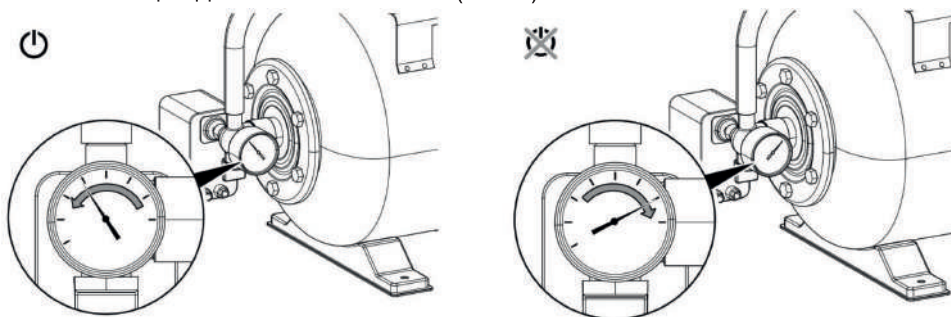

Рис. 9
**Внимание!** После пуска насосной станции убедитесь в правильной работе автоматики насосной станции. Для этого перекройте все вентили напорной магистрали и включите насосную станцию. При этом давление в насосной станции должно увеличиваться (видно по манометру) и после достижения давления отключения 3 бар насосная станция должна отключиться (Рис.9).